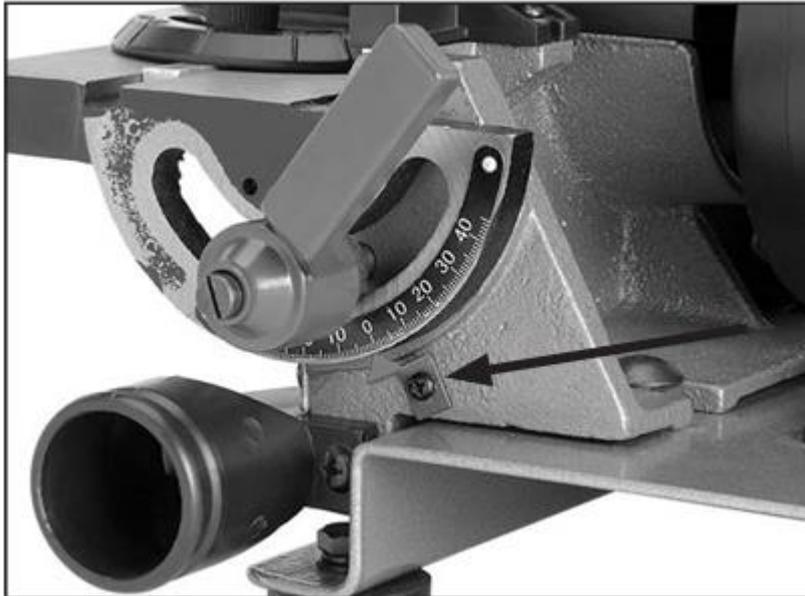

Рис. 18. Указатель угла наклона стола узла шлифовального диска.
18. С помощью винта с крестообразной головкой совместите красную стрелку шкалы с отметкой "0" на шкале углов наклона стола (см. рисунок 18).